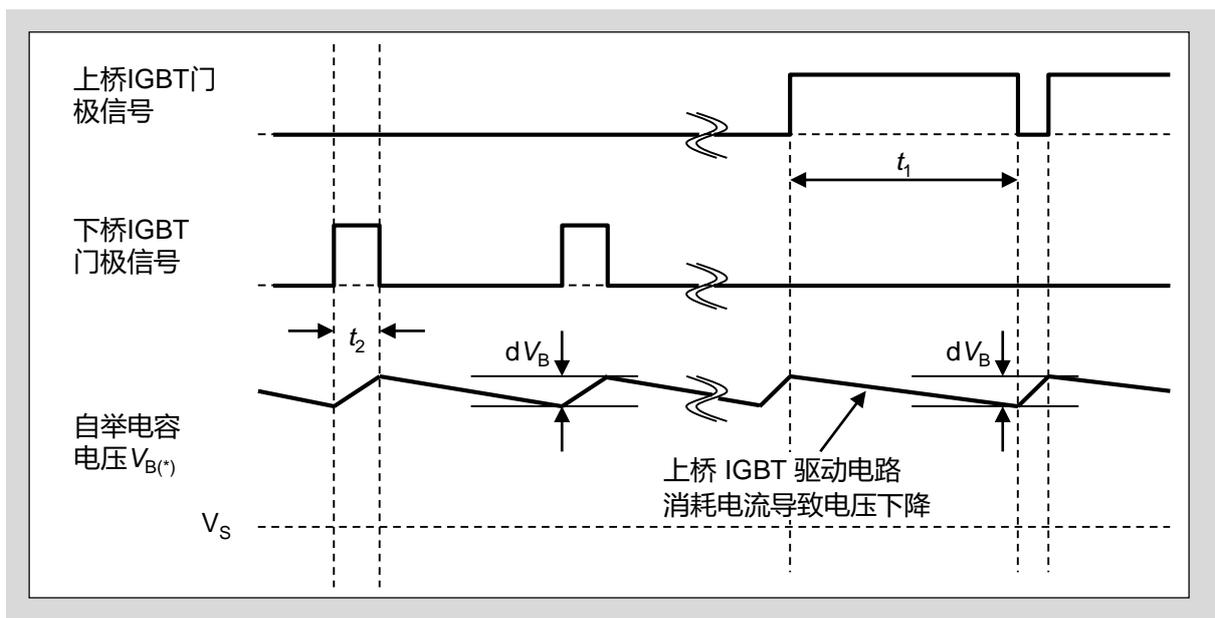

图3-10 充放电动作的时序图
- \*  $dV_b$ : 允许放电电压 (参考图3-10)
- 在上桥 IGBT 动作, 下桥 FWD 导通的充电模式(时序(图3-10))中, 上桥的最小关断脉宽设定为能够将上桥导通期间消耗的电流再次充满的时间常数。